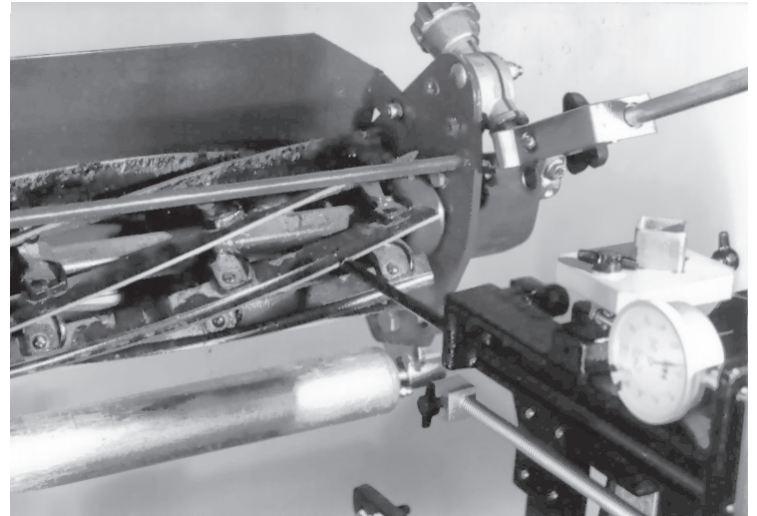
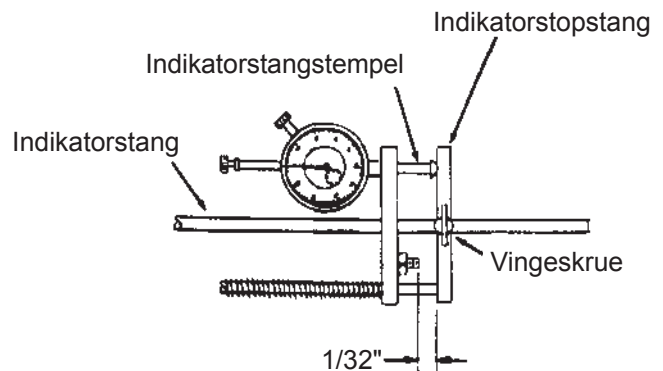

Fig. 57
Fig. 58
A. Efter slibningen af en cylinder kontrolleres rundheden i hver ende af cylinderen og midten, før den slebne cylinder fjernes. Se fig. 57. Løsn vingemøtrikken på indikatorstopstangen, der holdes fast mod et blad. Træk indikatorstopstangen tilbage, indtil der er et mellemrum på 1/32" mellem den og stilleskruen. Dette gøres for at tillade rotation af cylinderbladene, så de kun kører på den kuplede ambolt. Se fig. 58. Ved hver placering (venstre, højre og midt) drejes cylinderen med håndkraft for at observere indikatorvariationerne. Alle aflæsninger bør være inden for 0,002".
M. Kontrollér cylinderens rethed og rundhed. Monter justeringsmåleren. Indstil cylinderbladet, indtil du kan aflæse det høje punkt på indikatoren. Løsn nu vingeskruen, og indstil indikatorstopblokken til et mellemrum på 1/32" som vist i fig. 57 og 58.